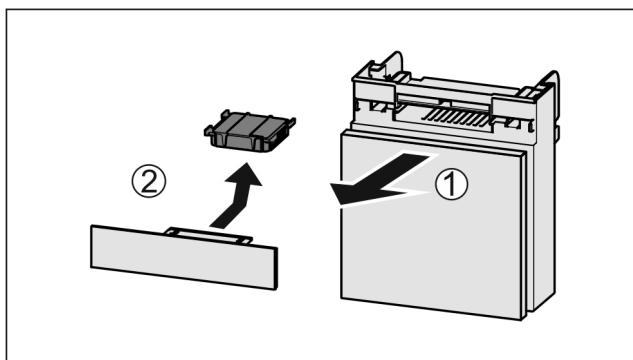

Fig. 128
- Вытяните Fig. 128 (1) отделение движением вперед.
- Извлечение Fig. 128 (2) фильтра с активированным углем.